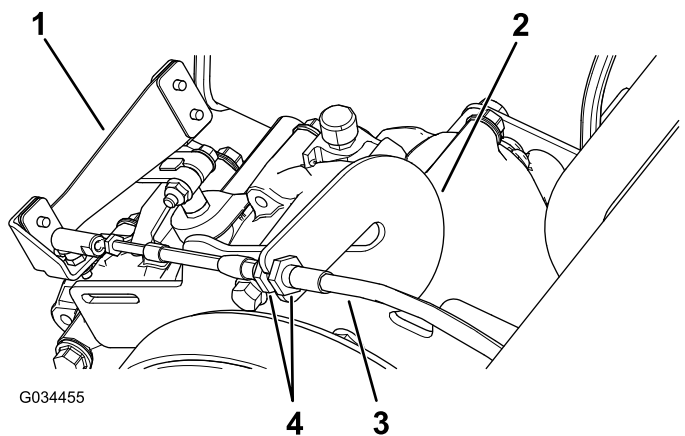

Figura 59
1. Afloje las contratuercas del cable del cambio de marchas y ajústelas según sea necesario (Figura 59).
2. Compruebe la posición del cambio de marchas girando el selector de marchas a las 3 posiciones diferentes y compruebe si la palanca de cambios (Figura 59) se desplaza correctamente al cambiar de marcha; consulte Palanca de cambios e indicador del cambio de marchas (página 15).